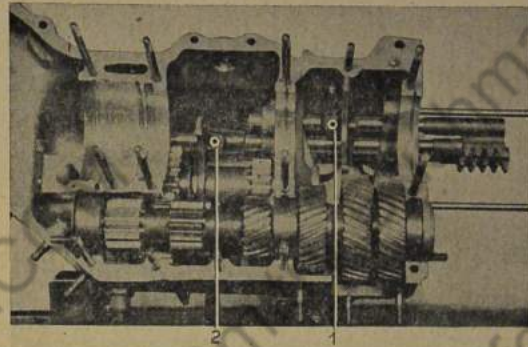

Bild 402: Zentrierschrauben für Schaltgabeln 1.-2. und 3.-4. Gang festziehen
16. Hauptwelle vorsichtig aus dem Gehäuse herausheben. Zentrierschrauben für Schaltgabeln 1.—2. und 3.—4. Gang festziehen (Bild 402).